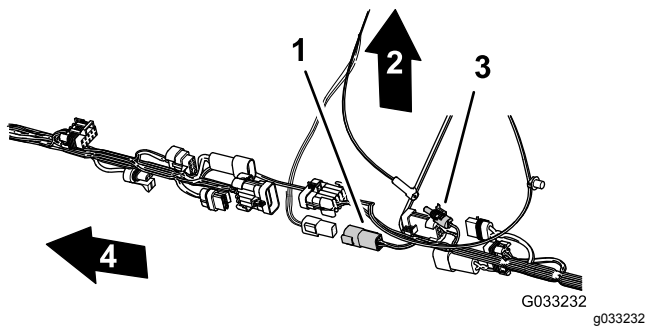

図 120
7. ナビゲーション用とデータ用ハーネスの接続を容易にするために、後方ワイヤハーネスの1ソケットコネクタと、後方ワイヤハーネスの4ソケットコネクタをハーネスの先端部にそろえておく 図 120。